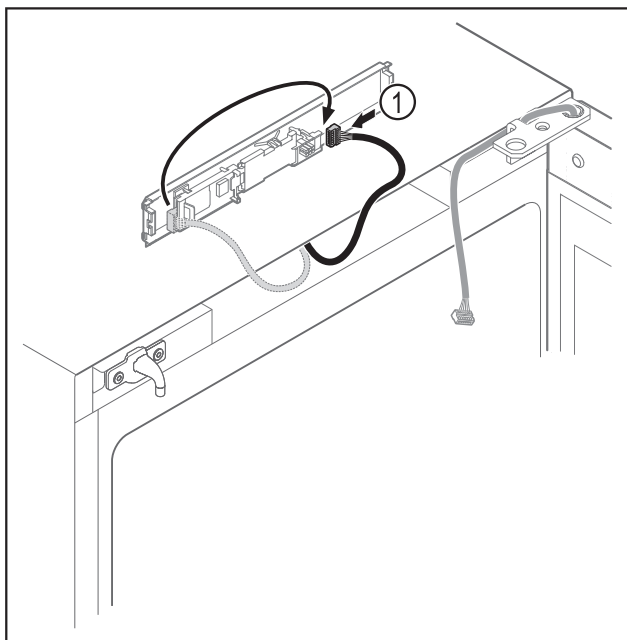

Fig. 19
- ▶ Flyt stikket Fig. 19 (1) på printkortet.